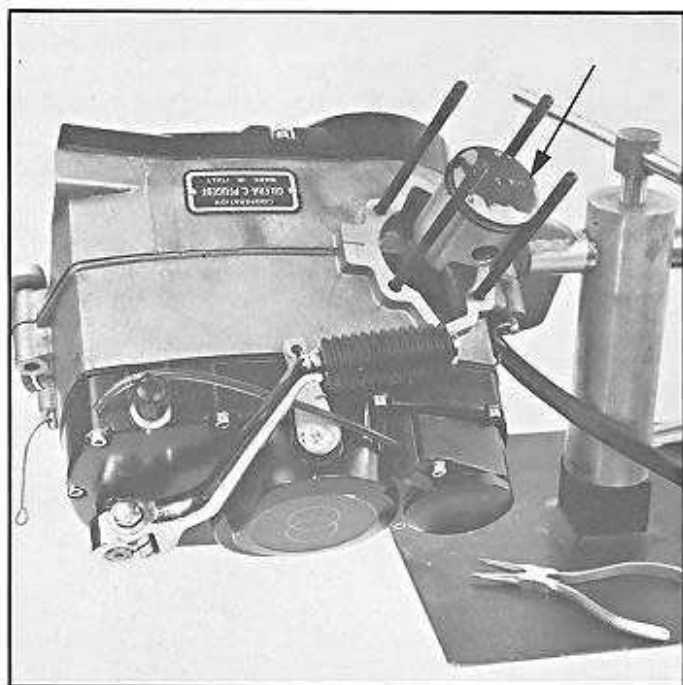

Fig. 17
- Présenter le piston sur la bielle, les lettres-repères «SC» dirigées vers l'avant côté échappement (fig. 17).